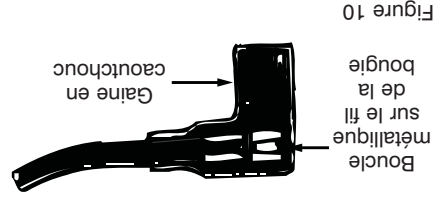

Figure 10
• Branchez le fil de la bougie sur cette dernière. Si une gaine en caoutchouc recouvre l'extrémité du fil de la bougie, assurez-vous que la boucle métallique, au bout du fil de la bougie (dans la gaine en caoutchouc), est bien fixée sur l'embout métallique de la bougie. Voir la Figure 10.